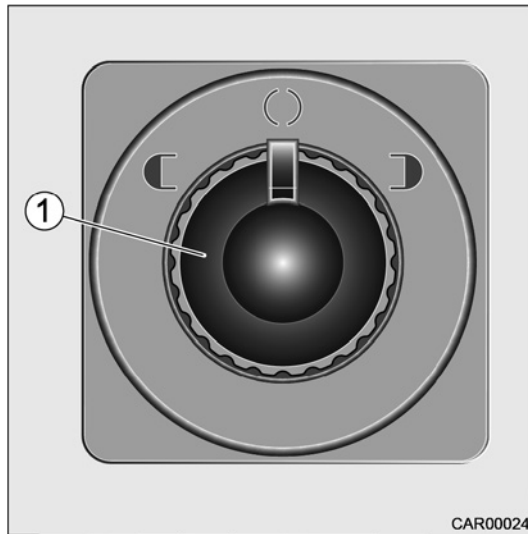

Fig. 35 Bouton de commande modèle I
1. Tourner le bouton (Fig. 35/1) vers la gauche pour régler le rétroviseur extérieur de gauche.
2. Tourner le bouton (Fig. 35/1) vers la droite pour régler le rétroviseur extérieur de droite.